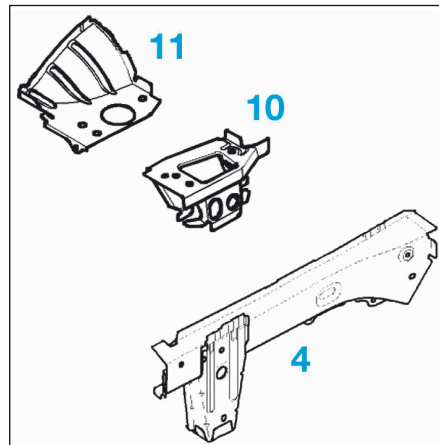

FIG.11
- côté droit, le support moteur (10) et le passage de roue avant partie avant (11) (Fig.11).